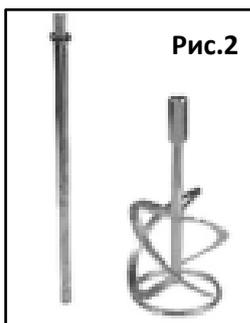
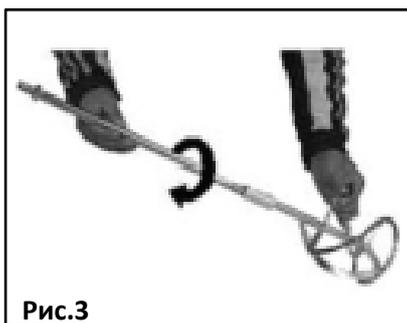

Рис.2
Рис.3
Рис.3а
- Соедините насадку-миксер, состоящую из двух частей, закрутив резьбовое соединение по часовой стрелке (Рис. 2,3). Используйте гаечные ключи (входят в комплект) для надежной фиксации насадки(Рис.3а).